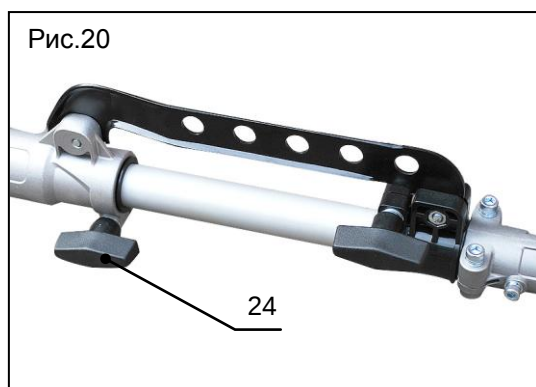

Рис.20
- Открутить два барашковых винта (поз.24, рис.20)
- Закрутить два барашковых винта (поз.24, рис.20)